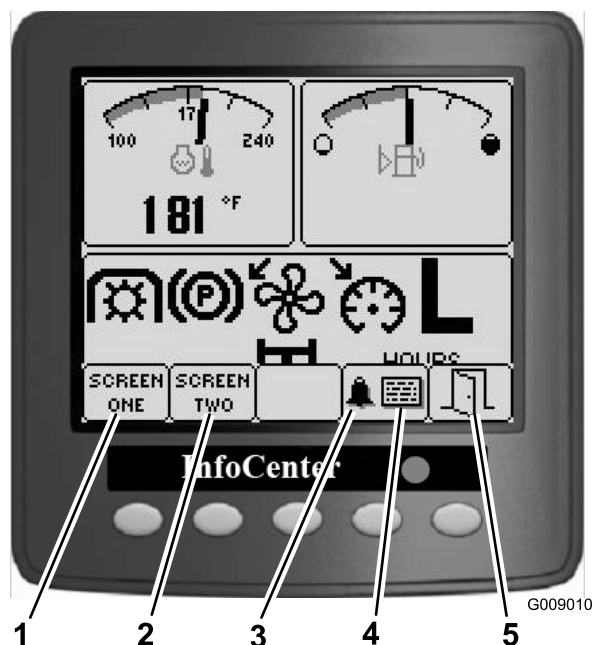

Рисунок 14
- Для просмотра экрана 1 или экрана 2, для прекращения звукового сигнала, для просмотра экрана неисправностей или для выхода нажмите соответствующую кнопку (Рисунок 14).